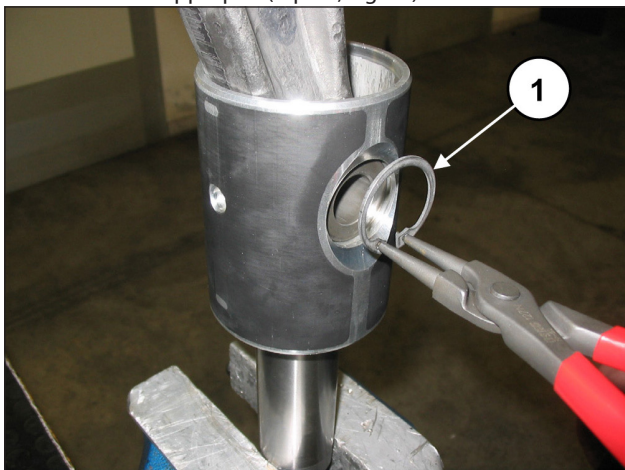

Fig. 34
Déposer les deux anneaux Seeger de retenue de la goupille à l'aide d'un outil approprié (rep. ①, Fig. 34).
Insérer la bielle dans le guide de piston (rep. ①, Fig. 36) puis insérer la goupille (rep. ①, Fig. 35). Appliquer les deux Seeger d'appui à l'aide de l'outil approprié (rep. ①, Fig. 34).